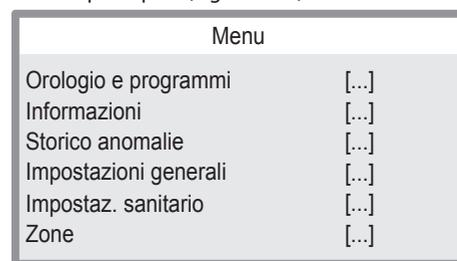

Figura 5.48
- Premere il tasto 15 (Figura 5.47) per accedere al menu principale (Figura 5.48).